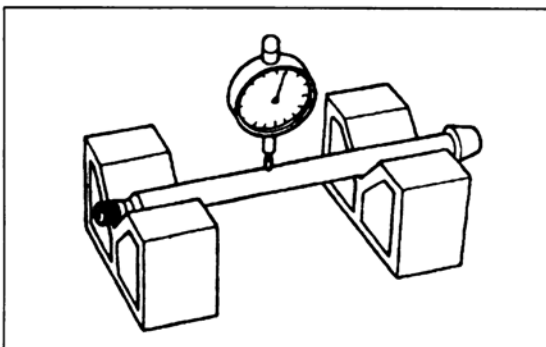

Bild 172
-  Räder auf Zentrierständer lagern, Seiten- und Höhengschlag mit Messuhr prüfen (Verschleissgrenze jeweils 2,0 mm). Unrund laufende Räder richten lassen (Bild 172).